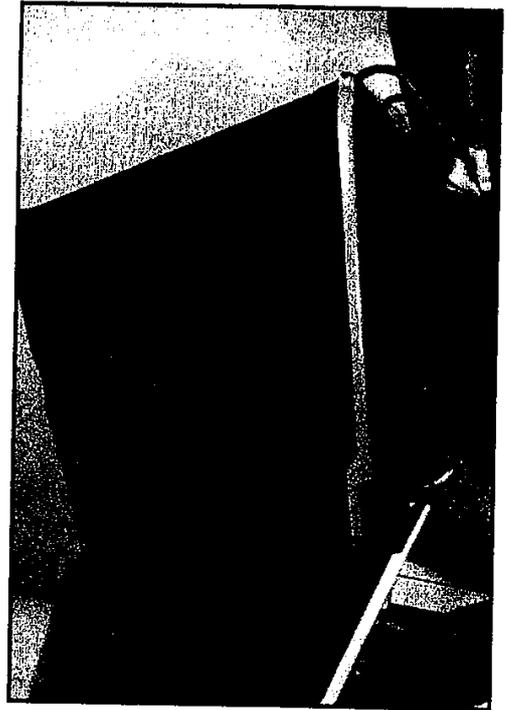

Fig. 17
- Basculez la trémie par sa poignée (fig. 17).